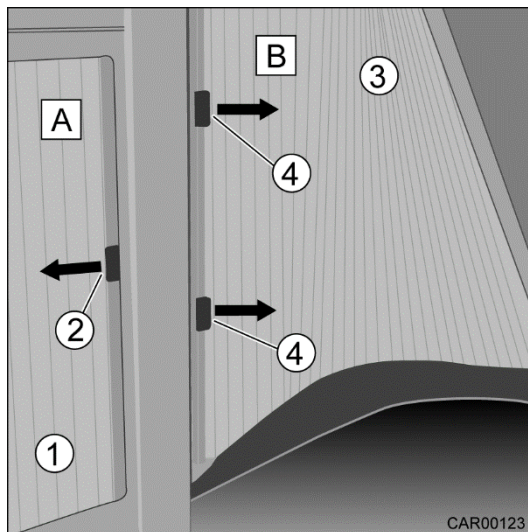

Fig. 85 Store occultant sur la vitre
1. Ouvrir le store (Fig. 85/1) dans le sens de la flèche (←).
2. Fermer le store (Fig. 85/1) dans le sens de la flèche (→) et le verrouiller au moyen d'un aimant (Fig. 85/2).
1. Ouvrir le store (Fig. 85/3) dans le sens de la flèche (→).
2. Fermer le store (Fig. 85/3) dans le sens de la flèche (←) et le verrouiller au moyen des fermetures à serrage (Fig. 85/4).